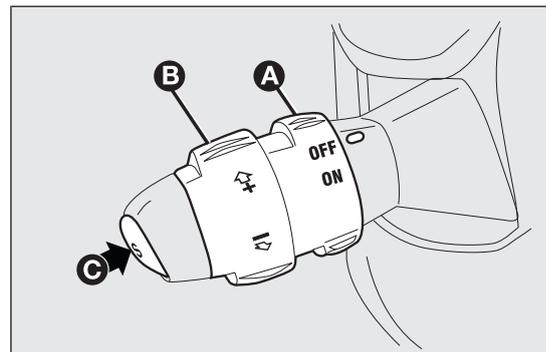

fig. 56
Girar la corona A fig. 56 a la posición ON.
- girar la corona A fig. 56 a ON y pisando el pedal del acelerador llevar el vehículo a la velocidad deseada;
- pulsar el botón C fig. 56.
- girando brevemente la corona B fig. 56 a (+).
- manteniendo girada la corona B fig. 56 en (-) hasta alcanzar la nueva velocidad que se memorizará automáticamente.
Girar la corona A fig. 56 a OFF o la llave de contacto a la posición STOP. El dispositivo también se desactiva automáticamente en uno de los siguientes casos:
En caso de funcionamiento defectuoso o de avería del dispositivo, girar la corona A fig. 56 a OFF y acudir a un taller de la Red de Asistencia Fiat después de comprobar el estado del fusible de protección.